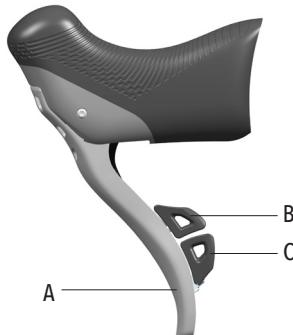

図7
- A - ブレーキ・レバー (図7)
- B - 上側レバー (図7)
- C - 下側レバー (図7)
- レバーA (図7) はブレーキを動作させます。左右どちらのレバーが、前後どちらのホイールを制動させるのかを確認してください。